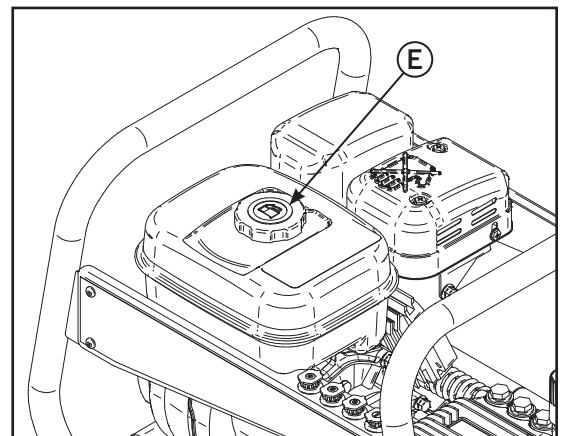

Figure 3
1. Enlever le bouchon (E sur la figure 3) du réservoir d'essence du moteur.